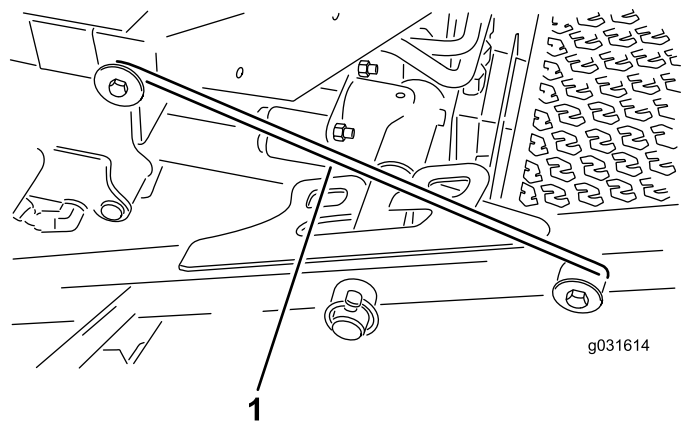

图 32
4. 从承载架固定器上松开门锁杆 图 32。
5. 提升前滚刀组的外侧并将门锁放置到安装在操作员平台前部的机架销上 图 32。